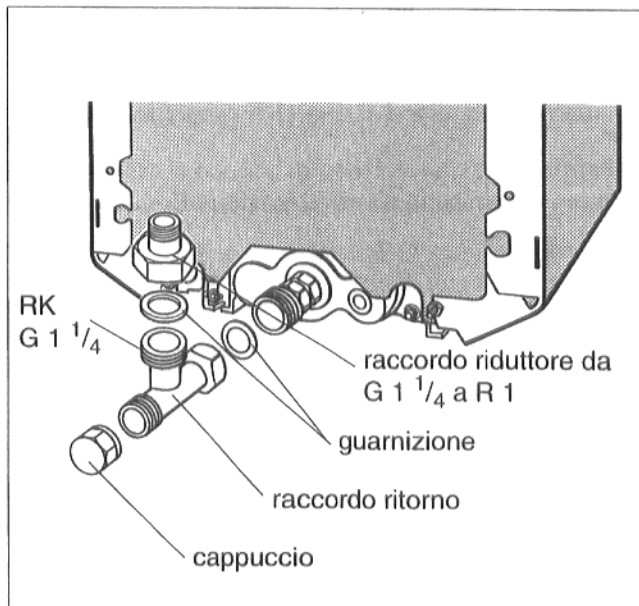

Fig. 10
- Infilare una fascetta con tensore a vite senza fine sul collettore dei gas di scarico e una sul collarino cilindrico del silenziatore (Fig. 10).
- Inserire la guarnizione nel raccordo a T ed avvitare insieme al pezzo di collegamento sull'uscita della caldaia (Fig. 10).
- Inserire una guarnizione piatta nel dado del raccordo riduttore ed avvitare il raccordo riduttore sull'uscita laterale del raccordo ritorno (Fig. 10).